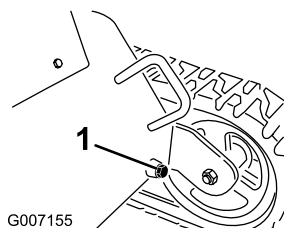

Figura 74
7. Coloque un recipiente grande con capacidad para 60 litros (15 galones US) debajo del tapón de vaciado situado en la parte delantera de la unidad de tracción (Figura 74).
8. Retire el tapón de vaciado y deje fluir el aceite al recipiente (Figura 74).